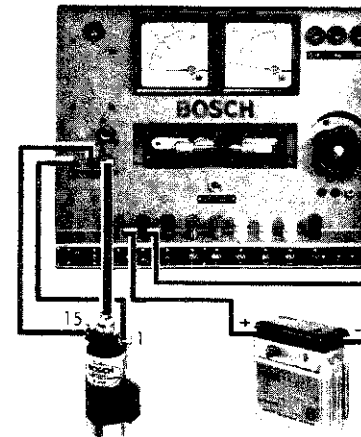

Bild 12
f) Testen der Zündspule (Bild 12) (bei Batteriezündern)